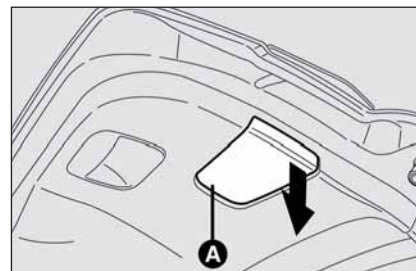
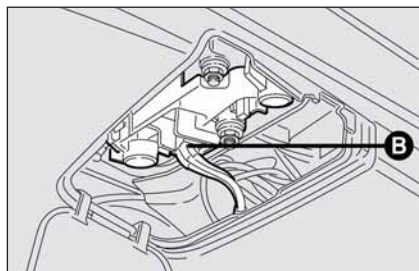

fig. 29
fig. 30
- spingere verso il basso il coperchio **A**-fig. 29 e sfilare il connettore elettrico **B**-fig. 30;